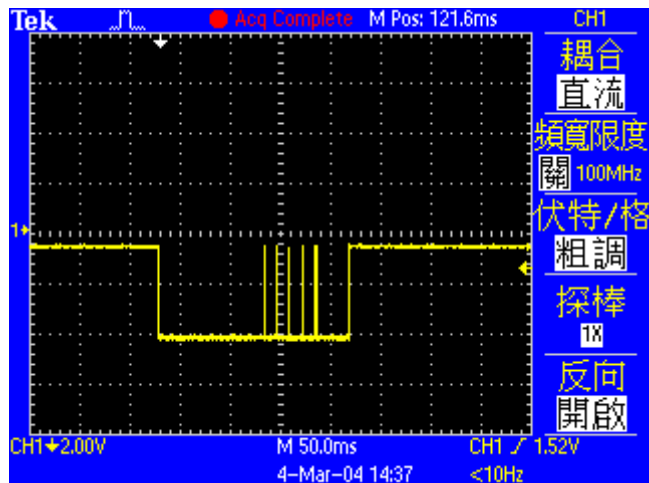
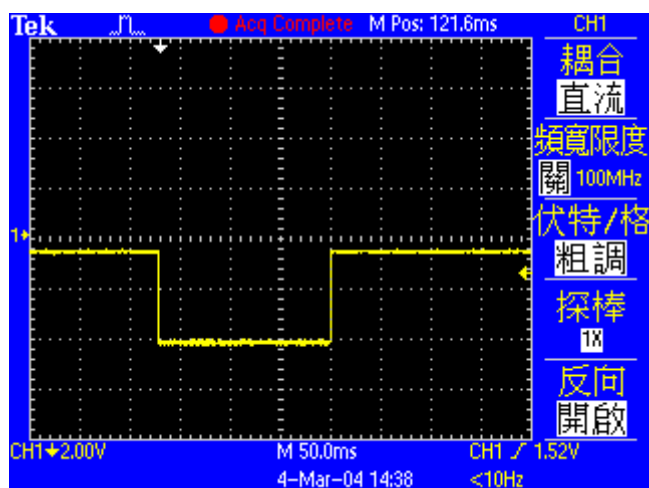

図5.5.2 デバウンス時間を 0 ms に設定した場合のインポジション信号
図 5.5.3 デバウンス時間が 3 ms に設定されている場合のインポジション信号
- (1) Target radius を設定し、Debounce time を 0 ms に設定します。図 5.5.2 のように、モーターを一定時間動かし、オシロスコープからインポジション信号を観察します。モーターがインポジションのとき、インポジション信号はハイレベルです。図 5.5.2 では、モーターが目標位置に近づくにつれて 6つの突き出たパルスがあります。突き出ているパルスの持続時間を観察します。
- (2) 図 5.5.2 より、最長時間は 1.5 ms です。デバウンス時間を 1.5 msよりわずかに大きい値に設定します。安全率を考慮して、デバウンス時間を 3 msに設定します。モーターを一定時間動かします。図 5.5.3 のようにインポジション信号が安定します。